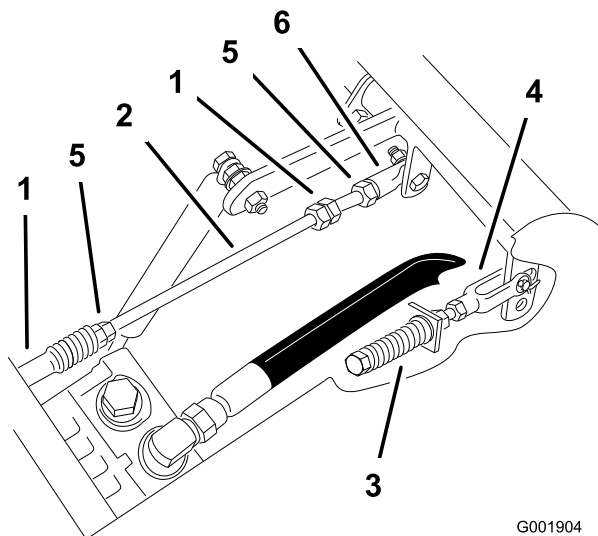

Figura 75
1. Afloje las contratueras de la articulación esférica de la varilla de control de la bomba (Figura 75).
3. Ajuste la longitud de la varilla de la bomba girando las tuercas dobles de la varilla, en el sentido apropiado, hasta que la rueda quede estacionaria o se mueva muy lentamente en marcha atrás (Figura 75).
6. Apriete las contratueras de las articulaciones esféricas (Figura 75).